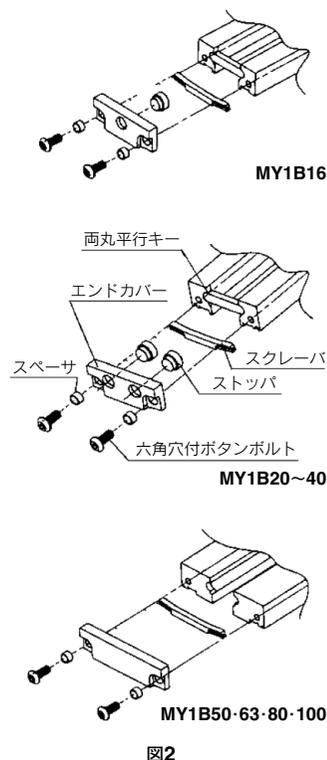

図2
- c. エンドカバー Ass'y下部とシリンダチューブ上面とのクリアランスが1mm程度になる様に、エンドカバーを固定します。この時、六角穴付ボタンプルトの締付トルクは、表2を参照願います。反対側も同様に固定します。(図2)